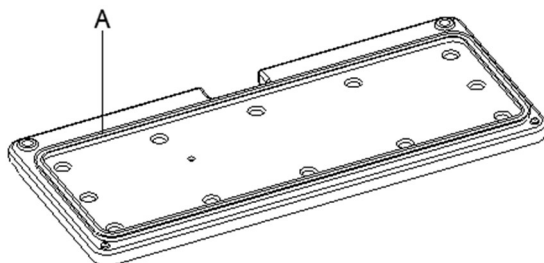

Figura 33
13. Limpie la guarnición de caucho (A, Figura 33) de la tapa y controle su integridad y eficiencia. Si necesario, sustitúirla.